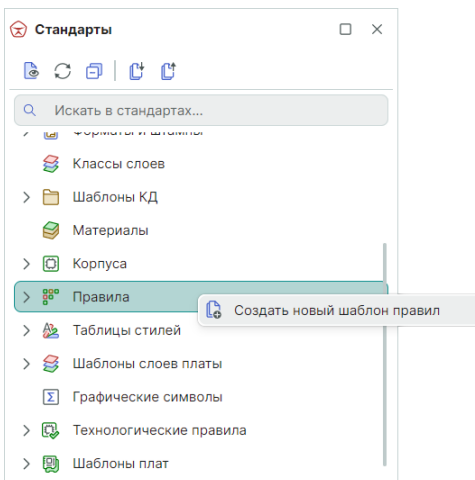

Рис. 126 Создание нового шаблона правил
1. Вызовите контекстное меню для узла «Правила» и выберите пункт «Создать новый шаблон правил», см. Рис. 126.